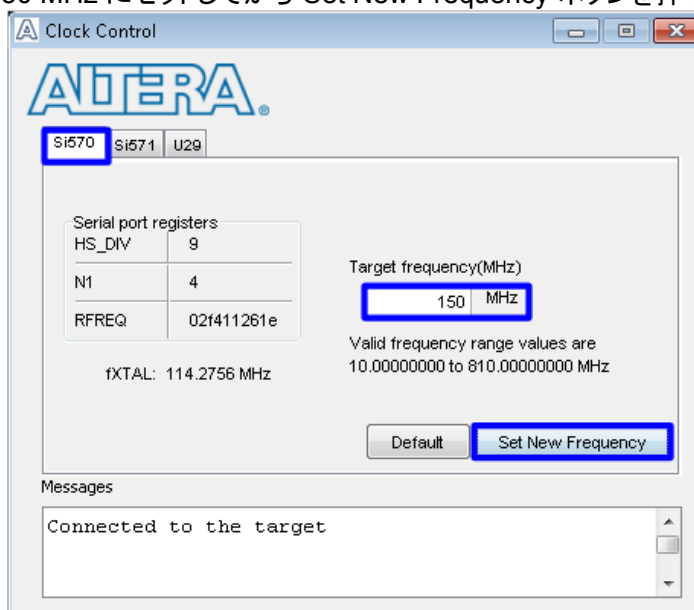

図 1-10 CycloneV SX SoC 開発キットの場合のクロック周波数設定
a) CycloneV SX SoC 開発キットの場合、下図 1-10 のように最初のタブ(Si570)を選択し、Target frequency = 150 MHz にセットしてから“Set New Frequency”ボタンを押下します。